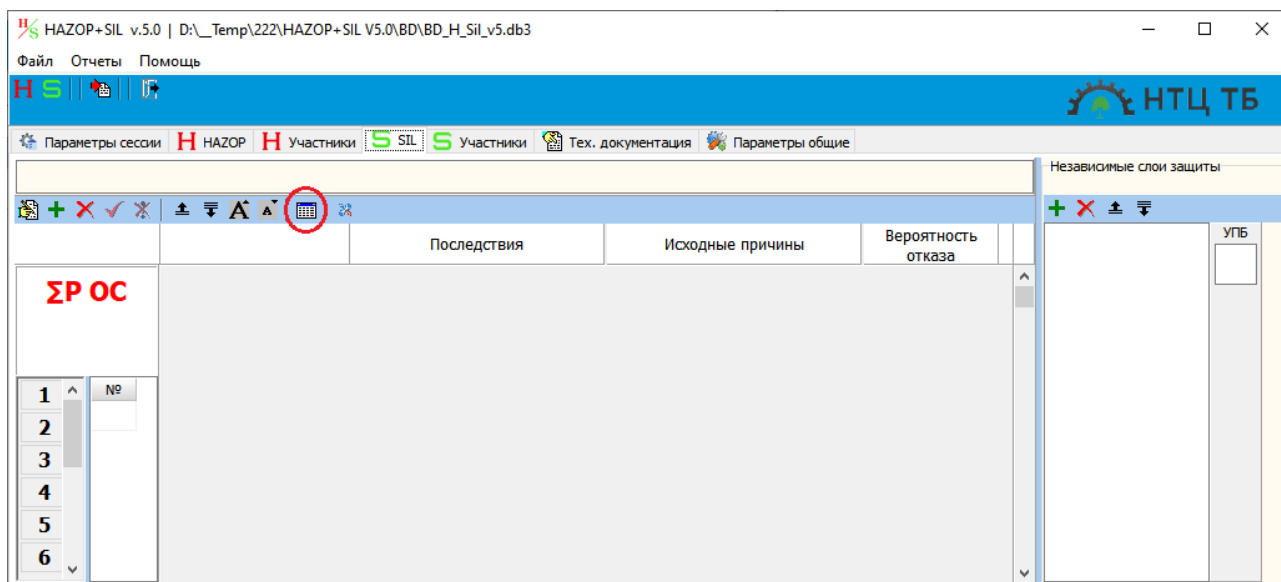

Рисунок 4.7 – Общий вид вкладки «SIL» при первом открытии нового проекта SIL
4. Вызовите окно «Группы SIL» щелчком левой кнопки мыши по кнопке «», которая расположена на панели быстрого доступа вкладки « SIL» (см. рисунок 4.7).